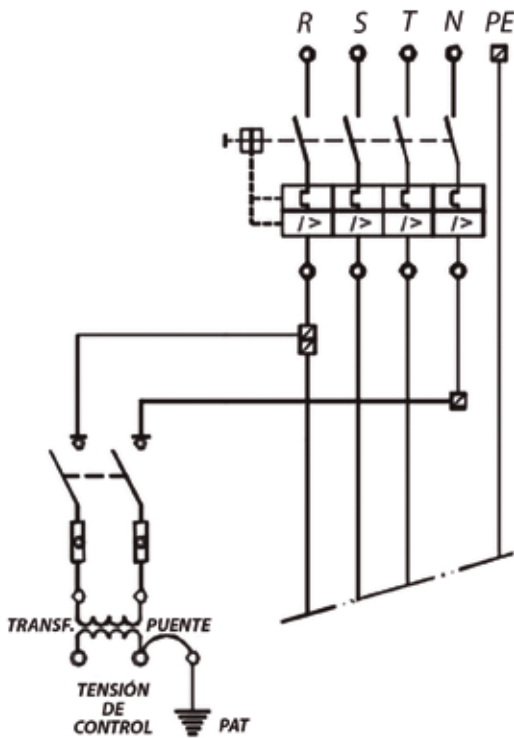

Figura 7. Circuito de transformador protegido mediante fusibles y un seccionador
- » un transformador como los mencionados anteriormente, protegido mediante fusibles y un seccionador (ver figura 7);